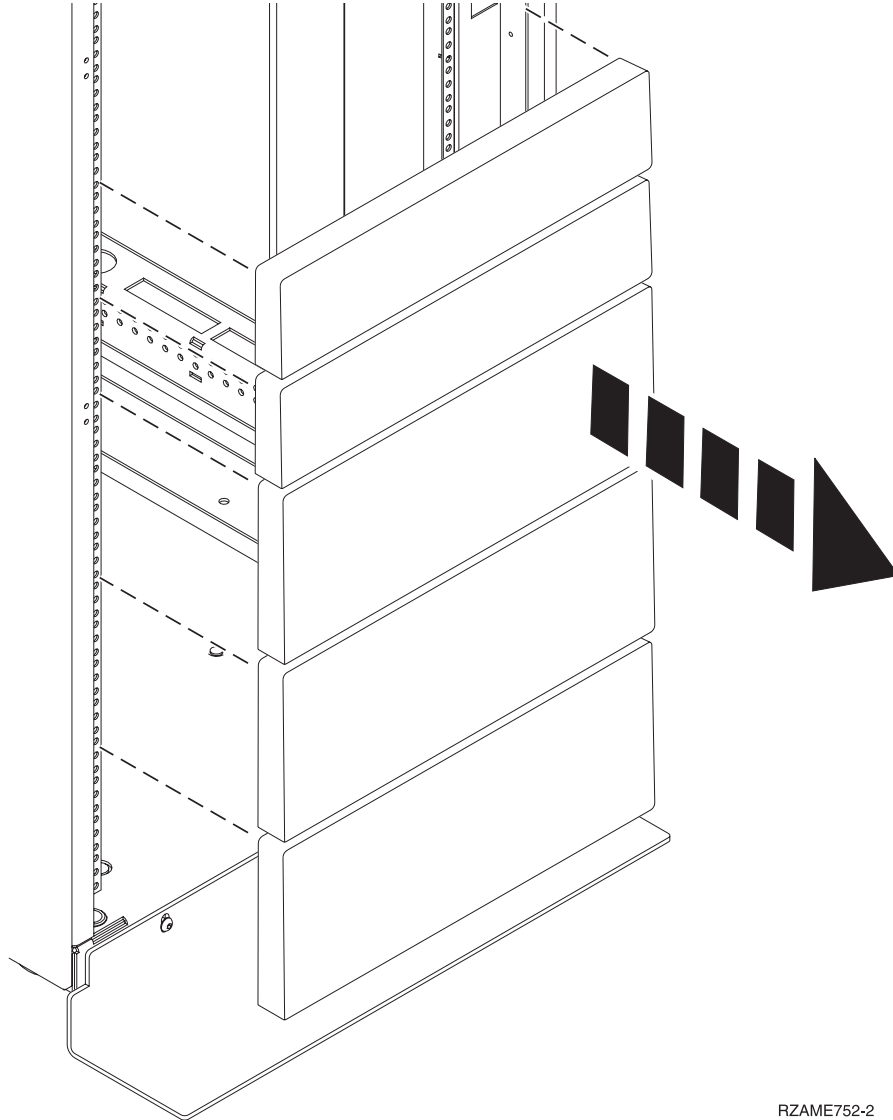

Figura 1. Removendo os painéis de preenchimento
3. Se necessário, remova os painéis de preenchimento para permitir acesso ao interior do gabinete do rack onde você planeja colocar a unidade, conforme mostrado em Para obter detalhes, consulte Figura 1.